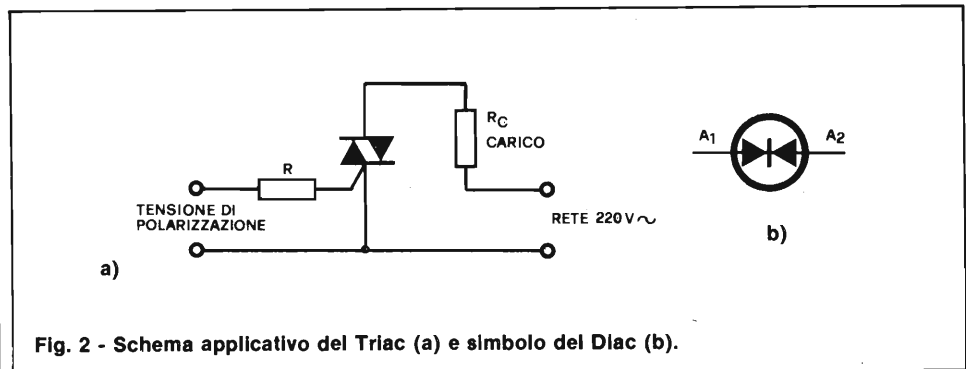
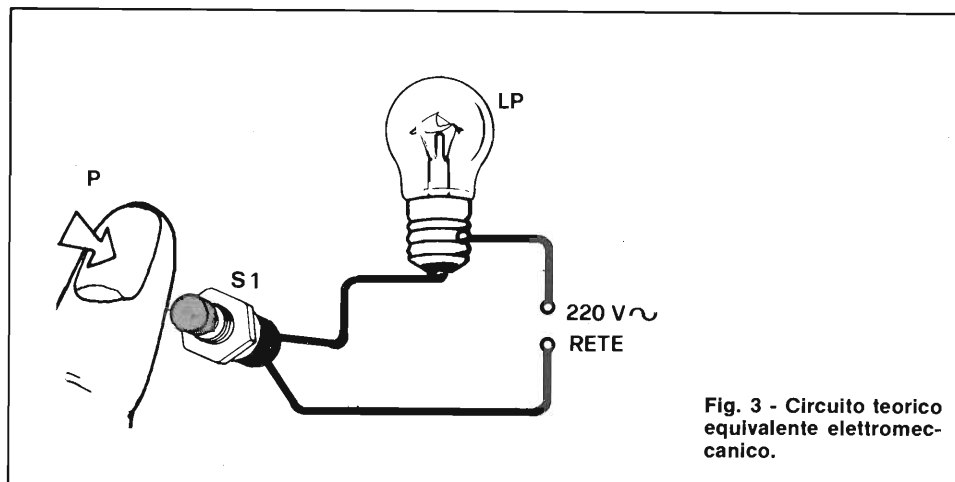

Fig. 2 - Schema applicativo del Triac (a) e simbolo del Diac (b).
Fig. 3 - Circuito teorico equivalente elettromeccanico.
Applichiamo quindi una certa tensione al gate (G), solitamente compresa tra 0,9 e 2,2 V, chiudiamo il circuito e alimentiamo il carico RC; per disinnescarlo basterà togliere la tensione applicata. Per fare un esempio pratico, ma molto significativo, usiamo la rappresentazione elettromeccanica del fenomeno (vedi fig. 3): il pulsante S1 normalmente aperto, rappresenta il Triac, la lampada LP rappresenta il carico RC, il dito raffigurato, ed in particolare la pressione P esercitata sul pulsante, rappresenta la tensione di polarizzazione applicata al gate (G). Ora, quando con il dito applicheremo la pressione P al pulsante S1, otterremo l'accensione di LP, mentre togliendo tale pressione da S1, otterremo lo spegnimento di LP. Parliamo ora un po' del Diac, componente di comune uso, ma spesso non conosciuto nella sua funzione specifica. Sempre in fig. 2 vediamo la sua rappresentazione grafica. Questo componente, come si nota nello schema elettrico dell'MK325, ha il compito di portare il segnale di polariz-